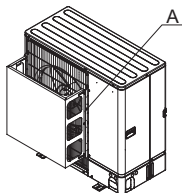

Abb. 2-4
(2) Installieren Sie eine Luftauslassführung, wenn die Anlage an einem Aufstellort installiert ist, an dem die Gefahr besteht, dass starker Wind direkt in die Luftaustrittsöffnung bläst. (Abb. 2-4)